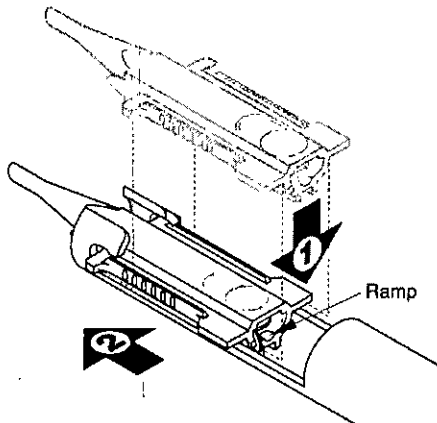

Figura 7
1. Tal y como se muestra en la Figura 7, (1) se insertará el cartucho dentro de la pieza de mano y (2) se deslizará el cartucho hacia adelante hasta que alcance la ranura de la pieza de mano.